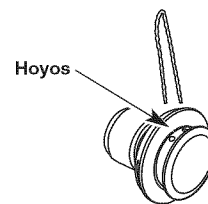

Fig. 16
- Inserte ambos extremos de su línea a través de los agujeros adecuados en el lado de la cabeza de corte (Fig. 16).